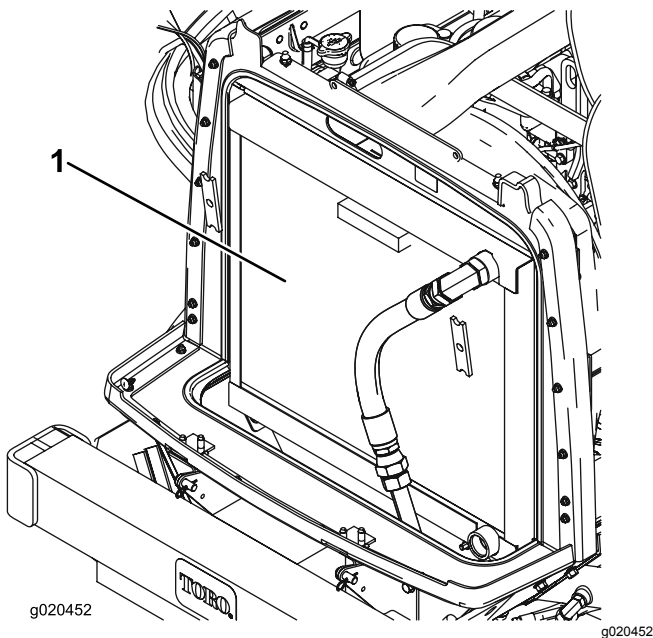

図 111
3. オイルクーラとラジエターの裏表を圧縮空気ですら丁寧に清掃する 図 111。